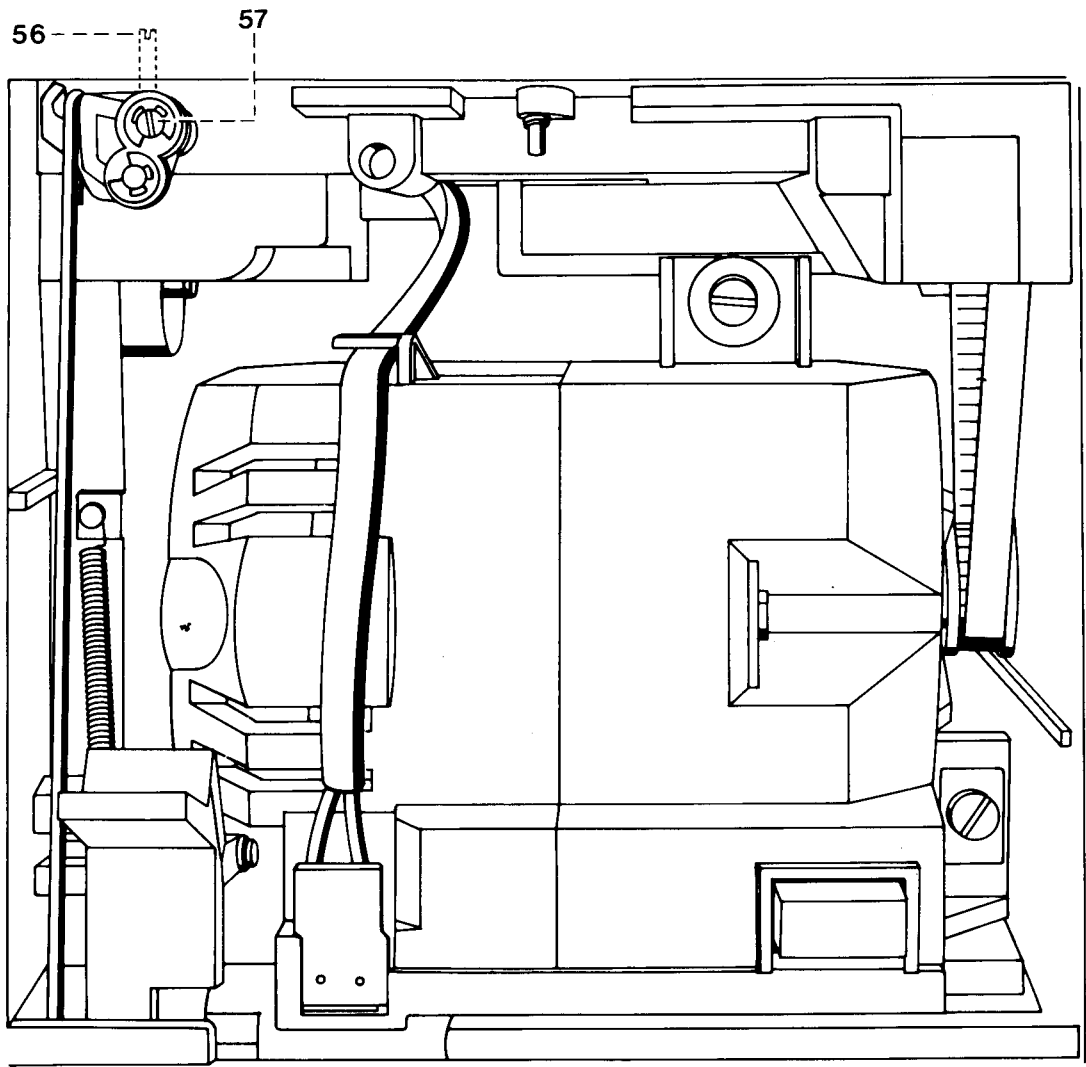

Fig.12
- Die Schraube 56 lösen (siehe Abb. 12).
- Loosen screw 56 (Fig. 12).
- Desserrer la vis 56 (voir fig. 12).